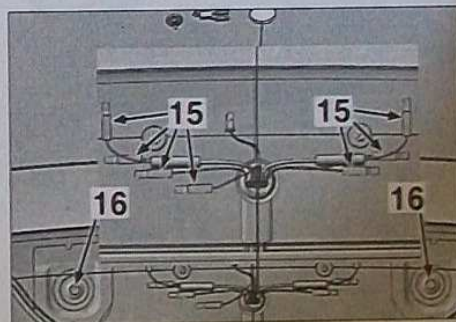

FIG. 90
Débrancher les connexions électriques (15) de la lunette AR et déposer les fixations de la glace (16) (Fig.90).